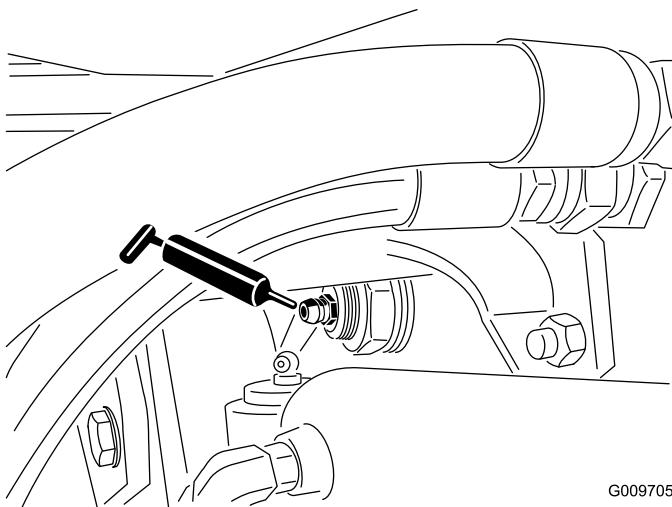

図 22
- 後アクスル・ピボットのブッシュ (2ヶ所) (図 22)